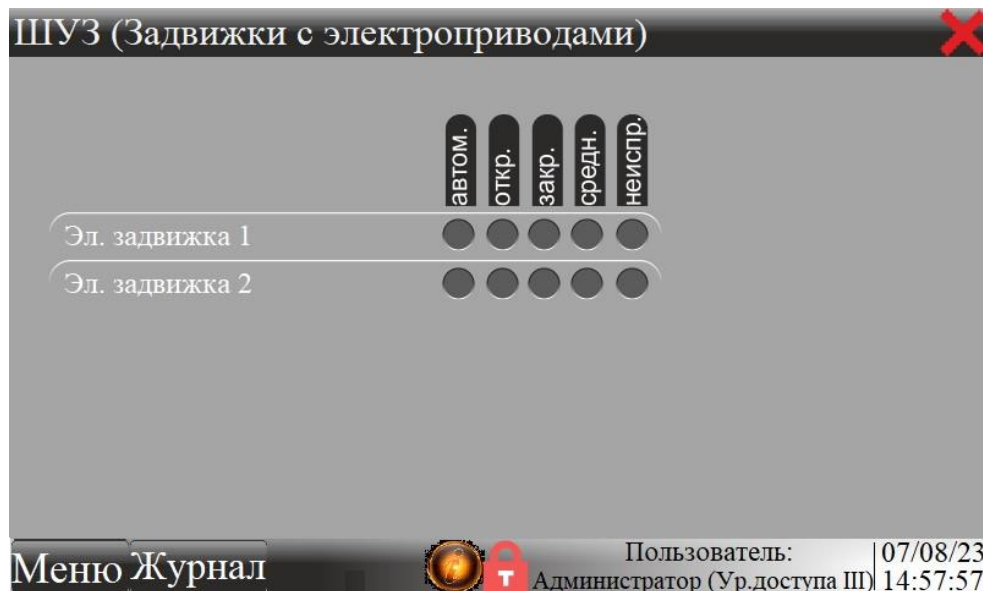

Рисунок 6 – Окно «ШУЗ»
8.9 При нажатии кнопки «ШУЗ» откроется окно с отображением информации о состоянии задвижек с электроприводом - рисунок 6.